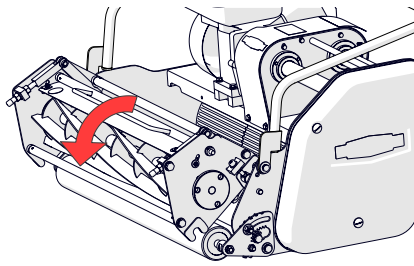

Fig.11D - Levantar el casete para extraerlo
5. Desde la parte delantera de la máquina, sujete el asa del casete y extráigalo levantándolo y girándolo de atrás hacia adelante. ⚠ Se recomienda que sean dos personas las que realicen esta tarea (Fig. 11D).
un cepillado/una corte vertical/una escarificación uniforme. Elija cualquiera de los dos extremos del casete y coloque la barra de ajuste sobre los rodillos delantero y trasero (Fig. 11D). La altura correcta se alcanza cuando las puntas de las cerdas del cepillo/las cuchillas verticales están al mismo nivel que la cabeza del perno, o cuando las puntas del escarificador/rodillo aireador estén al mismo nivel que el extremo del perno. Si ya se ha alcanzado en este nivel, no es necesario realizar ajustes adicionales. De lo contrario, continúe con el paso 6.